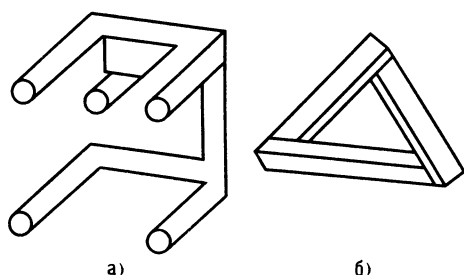

Рис. 27. К задаче 36
36. В чем странность предметов (рис. 27, *a и б*)?